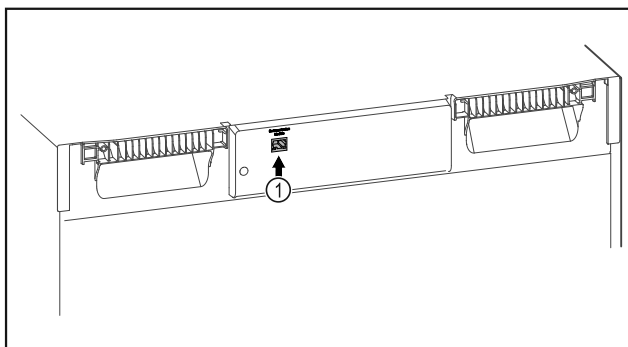

Fig. 127
- ☐ Je používán SmartModule Fig. 127 (1).